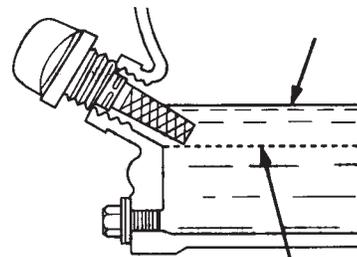

Abbildung 6. Motorölmessstab (Ölstand)
4. Wenn der Ölstand niedrig ist (Abbildung 6), bis zum Rand der Öleinfüllöffnung mit der empfohlenen Ölsorte auffüllen (Tabelle 3). Das maximale Ölfassungsvermögen beträgt 0,45 L (0,48 qt).